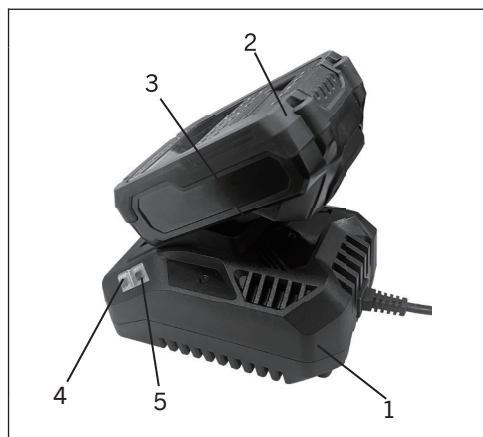

FIG. 1
REMARQUE : Assurez-vous que les rainures (3) sur les côtés de la batterie glissent sur les languettes correspondantes du chargeur (Fig. 1) jusqu'à ce que le loquet de la batterie s'enclenche.
- a) Lorsque le chargeur est branché sur la prise murale et qu'AUCUNE batterie n'est sur le chargeur, le voyant vert (4) s'allume, indiquant que le chargeur est « sous tension ».
- b) Lorsqu'une batterie déchargée est installée sur le chargeur, le voyant vert s'éteint et le voyant rouge (5) clignote. Le voyant rouge clignotant indique que la batterie est en charge.